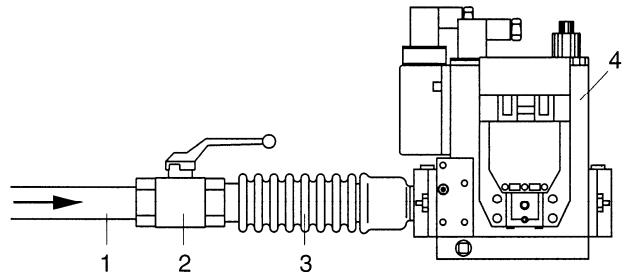

Abb. 2
Der Anschluss an die Gasleitung soll angemessen dimensioniert sein und dem vorgesehenen Anlagentyp entsprechen. Die „Gasrampe“ soll gemäß Abb. 2 ausgeführt sein: Die Gasleitung (1), der Absperrhahn (2) und die schwungsdämpfende Kupplung (3) sind nicht im Lieferumfang des Warmlufterzeugers enthalten. Sie sind vom Installateur an die Gasventileinheit (4) anzuschließen, die mit dem Warmlufterzeuger mitgeliefert wird.
- Ein Manometer an den zustromseitigen Druckanschluss (4) der Ventileinheit anschließen (Abb. 2);